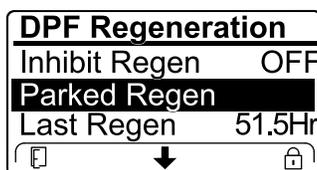

Figura 50
- Se il computer del motore richiede una rigenerazione di recupero, oppure sta eseguendo una rigenerazione di recupero, e voi scorrete il menu verso il basso fino all'opzione PARKED REGEN, la rigenerazione parcheggiata viene bloccata e l'icona di blocco (Figura 50) compare nell'angolo in basso a destra dell'InfoCenter.